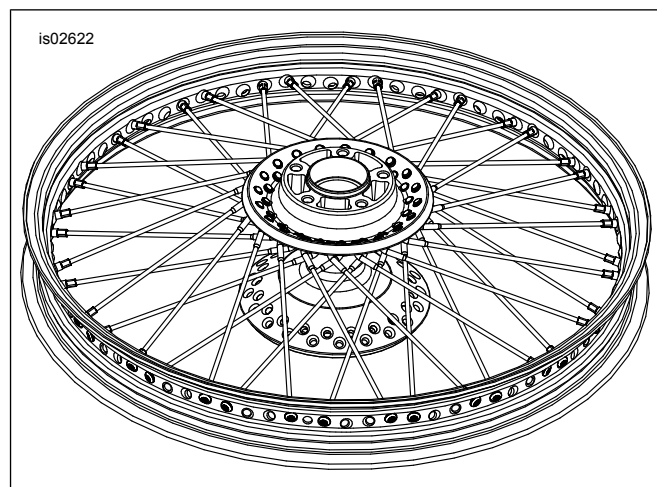

Figure 6. Poser les rayons internes
5. Voir Figure 6. Insérer le premier rayon de la rangée **intérieure** dans le moyeu. Incliner le rayon dans le sens antihoraire en croisant **quatre** rayons de la rangée extérieure. Monter les écrous de rayons sans les serrer.